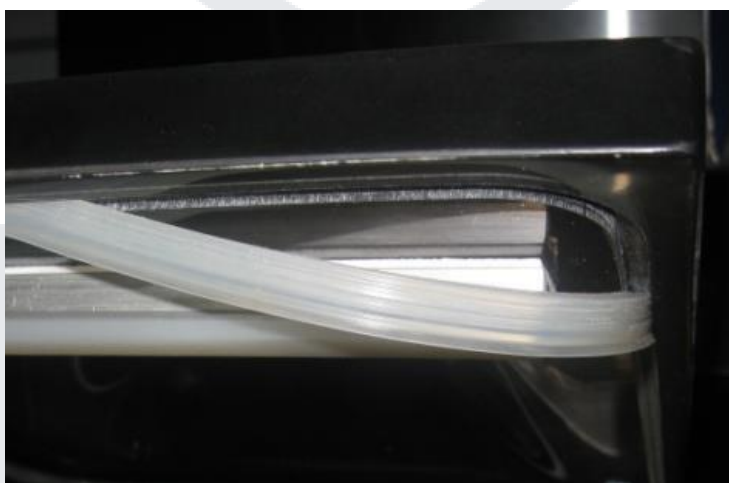

Рис. 12
11.15 Замена уплотнительной резины (Рис. 12)